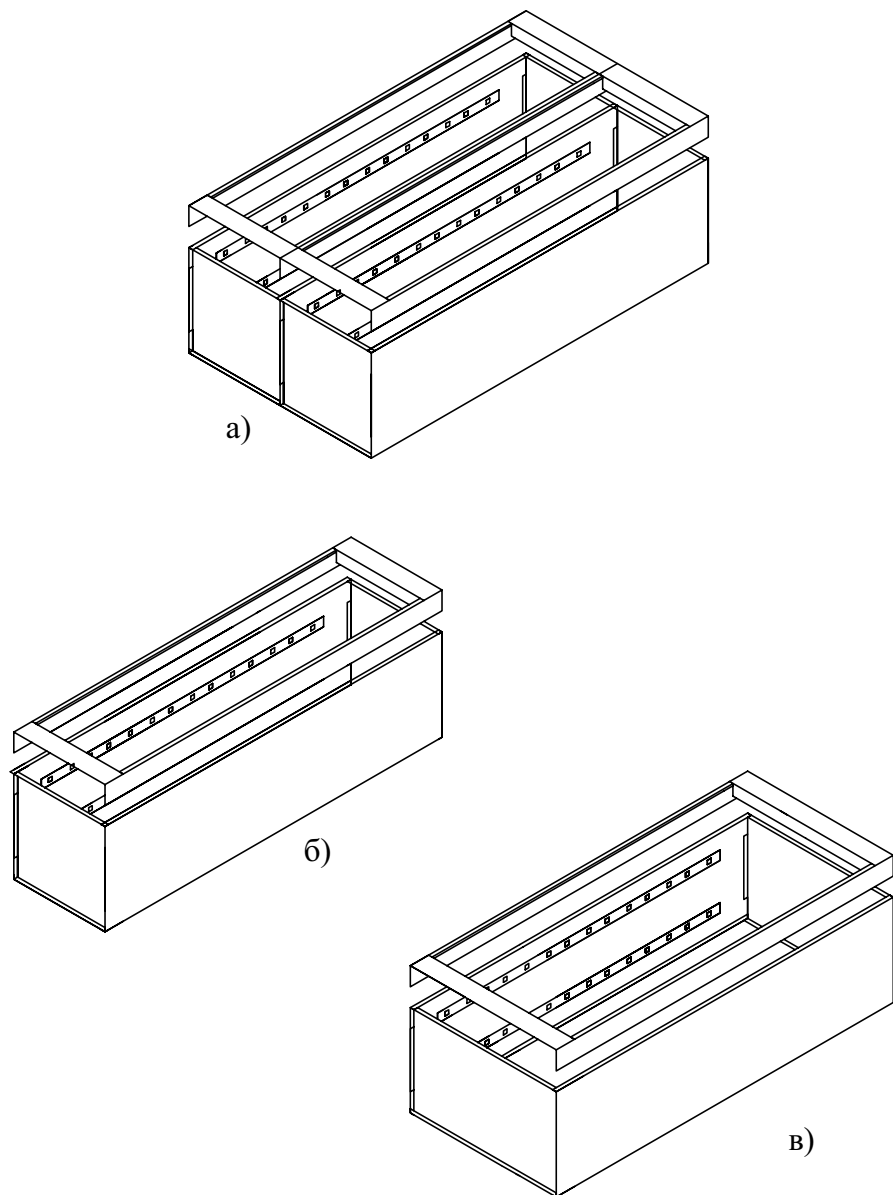

Рис.3
4.3. Установить лицевую панель.(Рис.3б,в) Скрепить панель лицевую с боковинами.
Для ШСА 100(50)/40 установить лицевые панели по одной на каждую секцию, расположив боковины и перегородку внутри панелей. Скрепить панели лицевые с боковинами, а затем между собой и перегородкой (Рис.3а).